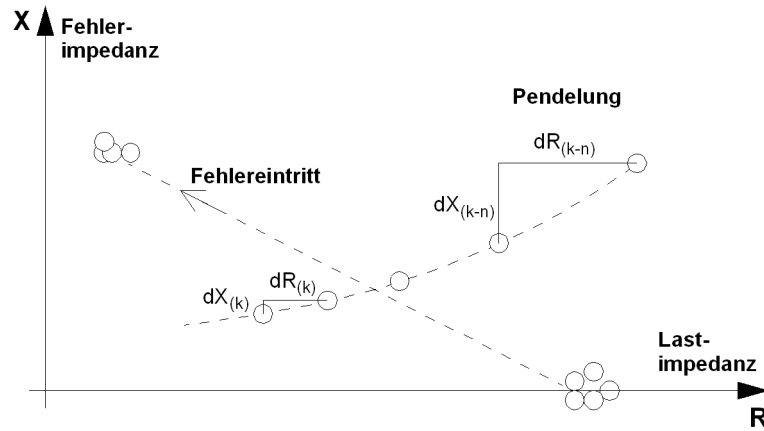

Bild 2-35 Impedanzvektor während der Pendelung
Bei der Unterscheidung zwischen Störfällen und Pendelungen ist die Änderungsrate des Impedanzvektors von entscheidender Bedeutung. Bild 2-35 verdeutlicht dies. Während der Pendelung zeigt die gemessene Impedanz im Vergleich zweier Tests eine klare Änderung bei R und X, hier gekennzeichnet als  $dR(k)$  und  $dX(k)$ . Auffällig ist ebenfalls, dass die Differenz von einem Test zum nächsten relativ klein ist, d.h.  $|dR(k) - dR(k+1)| < \text{Schwelle}$ .
- Verlaufskontinuität** Die gemessenen R- und X-Werte müssen eine konstante Linie bilden. Es darf kein Sprung von einem Messwert zum nächsten existieren. Siehe Bild 2-35.
- Verlaufsmotonie** Der Impedanzverlauf darf zu Beginn nicht die R-Richtung wechseln. Siehe Bild 2-35.